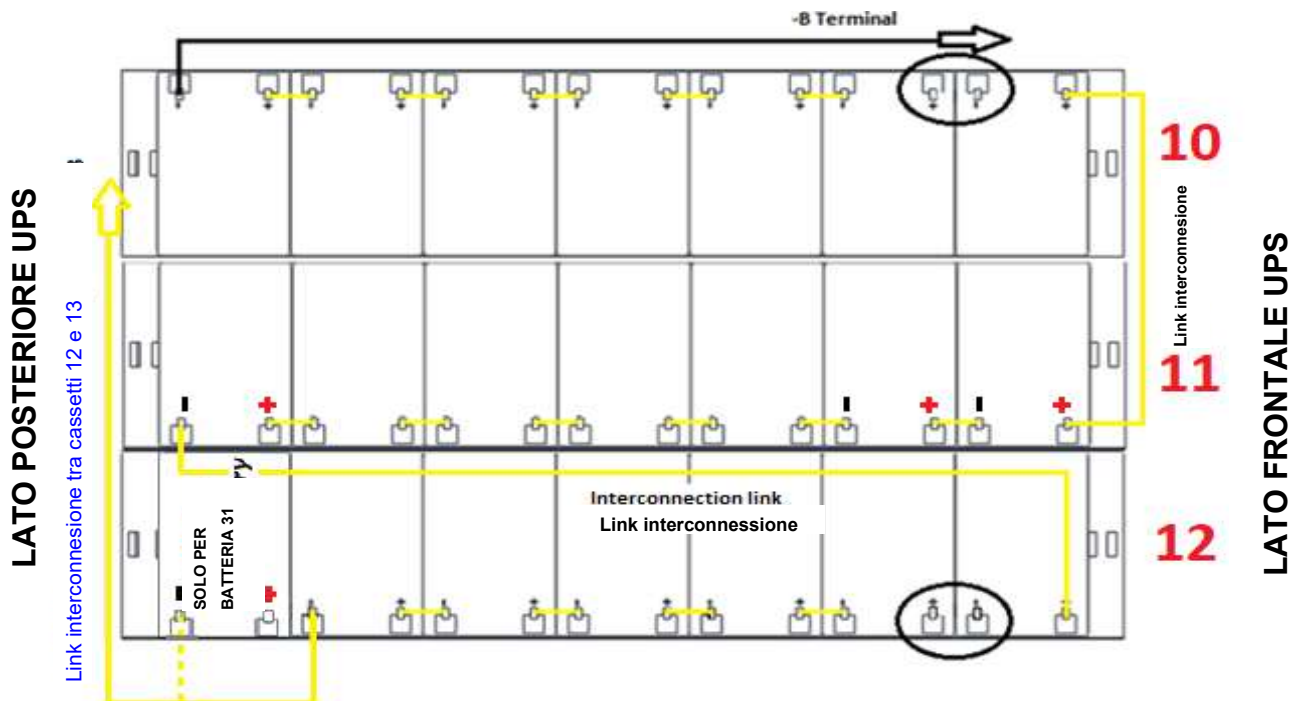

Figura 38 - Vista dall'alto Piano N°4 con connessioni batterie
12) Cablare il piano come indicato nella figura 38. **Lasciare scollegati i ponticelli cerchiati.**